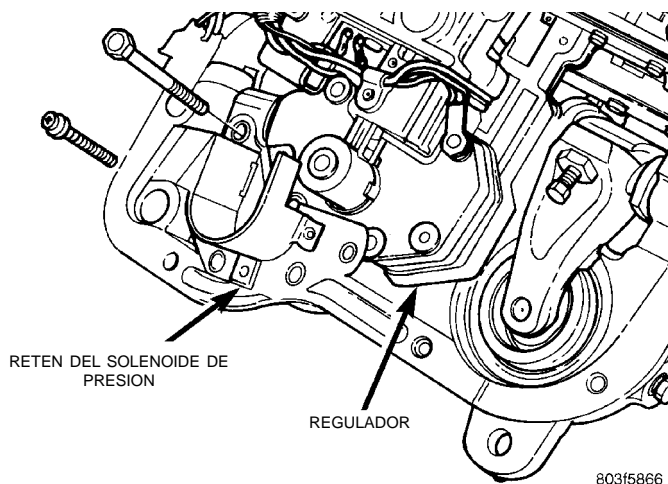

Fig. 44 Cuerpo del regulador y tornillo de fijación de la placa fiadora
- (3) Retire los tornillos que fijan el cuerpo del regulador y la placa fiadora a la placa de transferencia (Fig. 44).